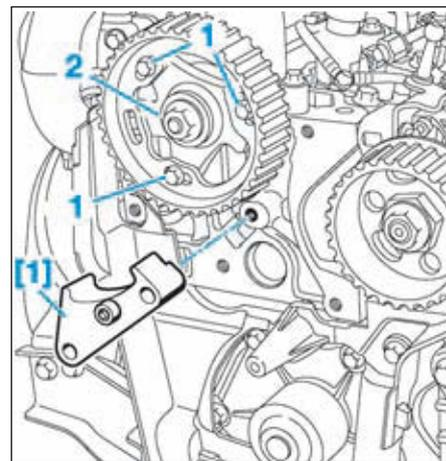

FIG.81
- Desserrer les vis (1) du moyeu de la poulie d'arbres à cames (Fig.81).